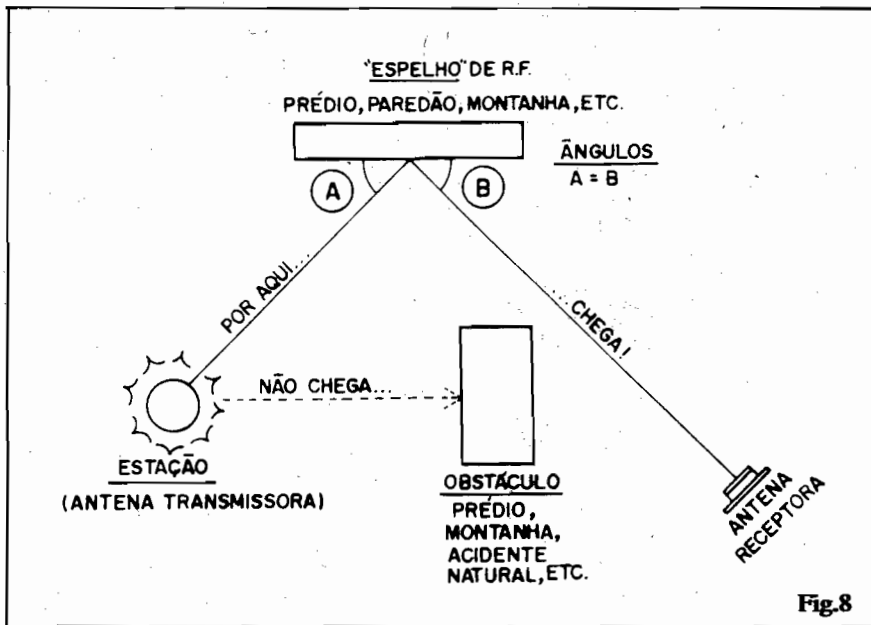

Fig.8
- **FIG. 8** - As características de grande "direcionalidade" das emissões em UHF determinam que haja uma "linha de visada" direta, entre a posição ocupada pela antena da estação e a **sua** antena de recepção... É sempre importante lembrar que o "feixe" de transmissão em UHF comporta-se com um "foco de luz" (como o emitido por uma lanterna de mão - por exemplo), e assim qualquer obstáculo sólido (edifício, montanha, formação natural, etc.) bloqueará a passagem da "onda", dificultando muito a recepção. Existe porém um "truque" muito utilizado pelos instaladores profissionais de antenas: assim como um feixe luminoso, a "onda" de UHF também pode ser "vista" por reflexão (se Você usar um **espelho**, poderá ver a luz emitida por uma lanterna colocada atrás de um obstáculo opaco, não é...?). Prédios, grandes paredes, montanhas, etc., podem, perfeitamente, ser usados como verdadeiros "espelhos de RF" (fig. 8) proporcio-
Se corretamente construída, orientada e instalada, nossa antena deve proporcionar um alcance útil de até 40 quilômetros (instalação externa e alta), ou de até 25 a 30 quilômetros (em instalação interna, no sótão, por exemplo...). Nos testes realizados em São Paulo - Capital, os sinais chegaram com excelente intensidade, numa antena instalada internamente (não no sótão, mas em simples pedestal, cerca de 1 metro acima do próprio aparelho de TV!), provenientes de uma estação situada a cerca de 17 quilômetros do ponto de recepção (e sob condições topográficas desfavoráveis, que obrigou o uso da "truca-gem" sugerida na fig. 8...). Em ou-